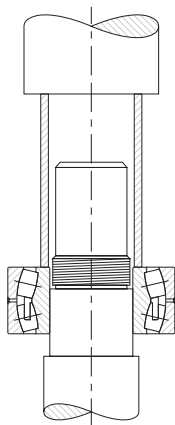

Рис. 11. Метод прессовой посадки.
- Альтернативный метод монтажа, который, как правило, используется только для подшипников малого диаметра, заключается в напрессовывании подшипника на вал или в корпус. С этой целью используют пресс и оправку как показано на рис. 11.